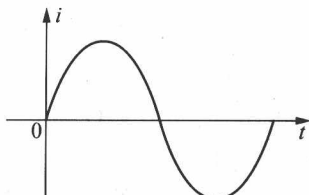

图 1-15 交流电
② 交流:大小和方向都随时间变化的电流,称为交流电(AC),用“ i ”表示波形,如图1-15所示。